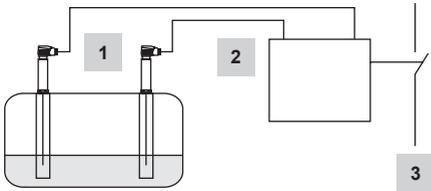

Abb. 6
- Abb. 6** **(Druckbeaufschlagte) Heißwasseranlagen und elektrisch beheizte Dampfkessel entsprechend EN 12953-06. Dampfkesselanlagen mit hoher Verfügbarkeit entsprechend EN 12952-07/EN 12953-06, Betriebsdauer 72 h.**